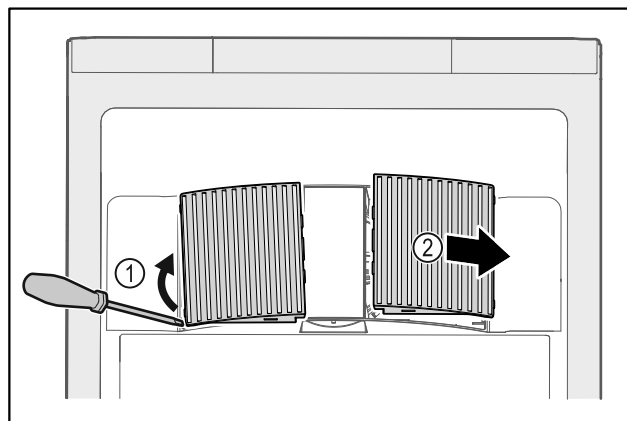

Fig. 164
- ▶ Lirk forsigtigt ventilatorafdækningerne ud fra siden Fig. 164 (1), og tag dem af forfra Fig. 164 (2).